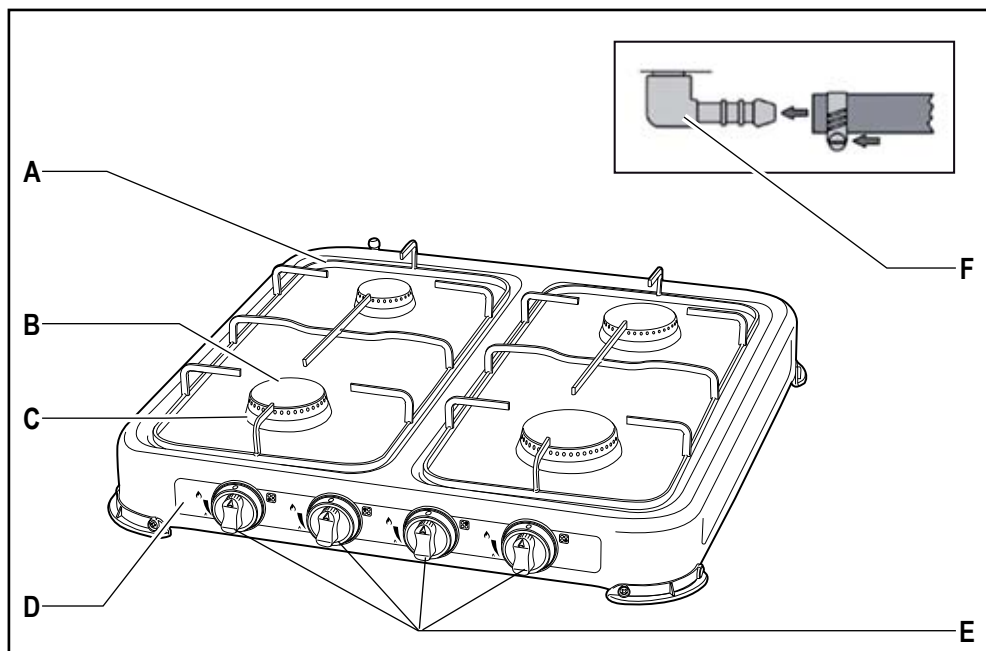
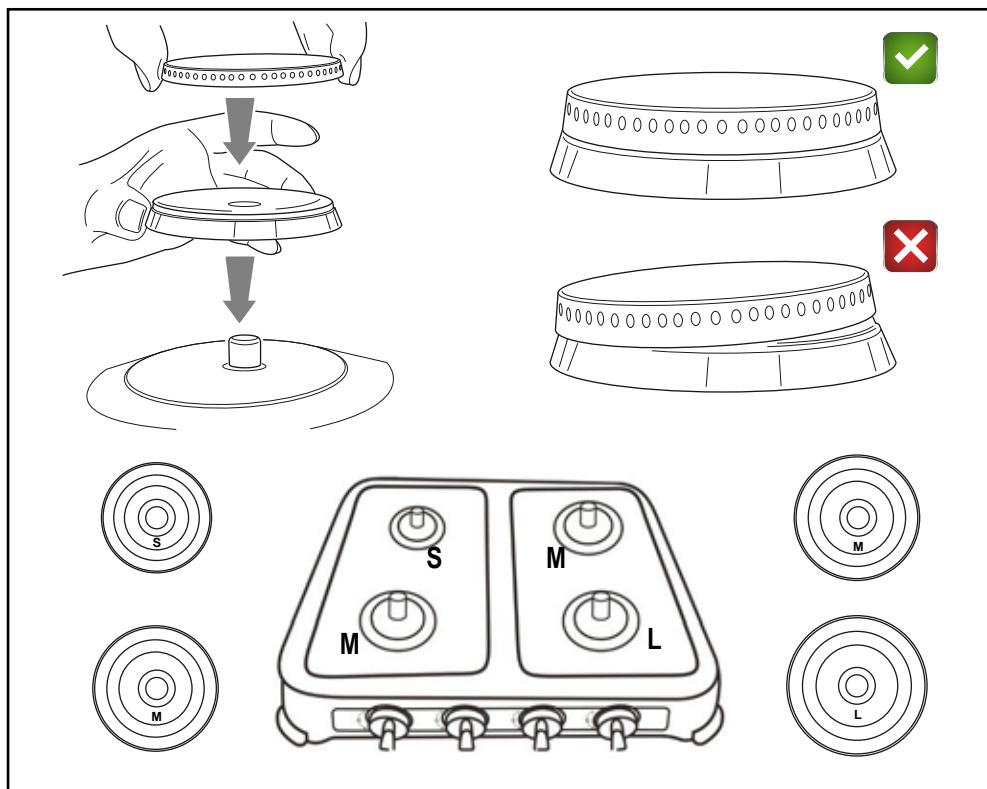

Fig. 1 - Mod. 1994
Fig. 2
DESCRIPCIÓN DEL APARATO (Fig. 1)
Este aparato funciona con gas licuado y es necesaria una instalación que prevea la utilización de un tubo de goma flexible homologado de conformidad con las normativas vigentes. Utilizar un tubo de longitud no superior a 1,5 metros, de diámetro interno 8-9 mm, diámetro externo 14 mm, fijado con abrazadera metálica de tornillo de acero inoxidable diámetro 9-16 mm, como se indica en la Fig. 1. Deberá purgarse la bombona antes de llenarla por primera vez para garantizar un flujo de gas correcto a la cocina. Comprar la bombona en un centro autorizado para estar seguros de que haya sido controlada y rellena correctamente. Utilizar siempre un regulador de presión conectado a la bombona.
- Asegurarse de que los botones (E) estén colocados en "0".
- Coloque la tapa difusora del quemador (B) encima de la corona del quemador (C) y presione hasta el fondo; asegurarse de que las tapas difusoras de los quemadores (B), las coronas de los quemadores (C) y la rejilla de soporte (A) estén instaladas correctamente, como se indica en la Fig. 2.
- Asegurarse de que las coronas del quemador (C) estén bien apoyadas sobre la base esmaltada blanca y no estén deformadas.
- Conectar el tubo del gas al aparato mediante la boquilla (F) y fijarlo mediante abrazaderas de apriete de tubos en los dos extremos como indica la Fig. 1.